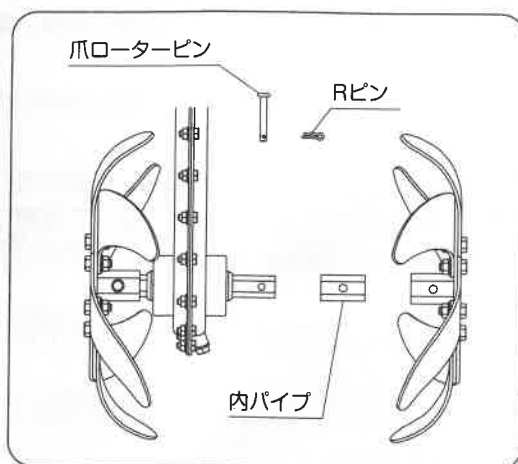

図8
- ① 耕うん機は伝達効率の良い6角軸ですから作業機の取付け、取り外しが楽です。6角寸法は対辺18mmとなっております。ローターの取付けは、図8の様に組付けてください。